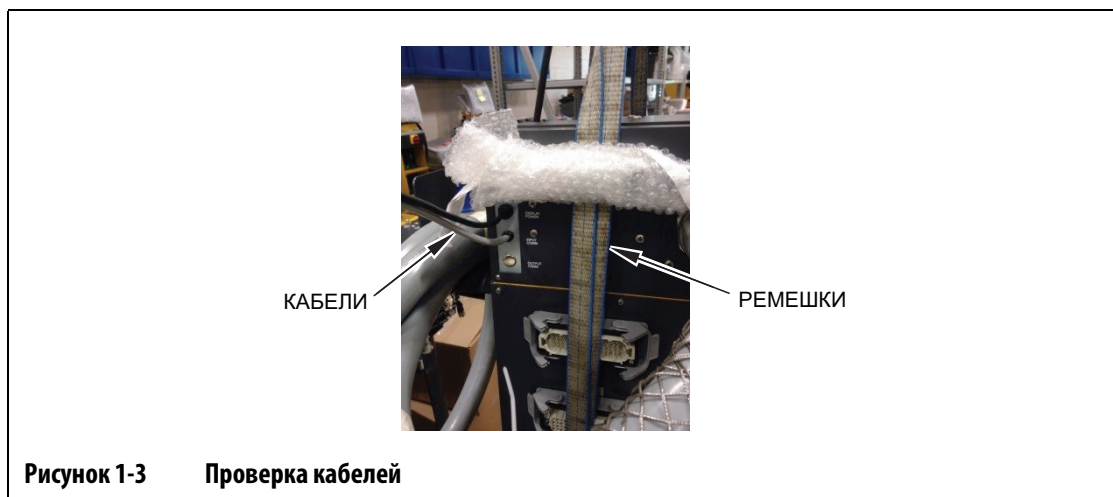

Рисунок 1-1 **Закрепите стропы к подъемному устройству**
2. Поднимите стропы выше над Altanium, и прикрепите их к подъемному устройству. См. Рисунок 1-1.